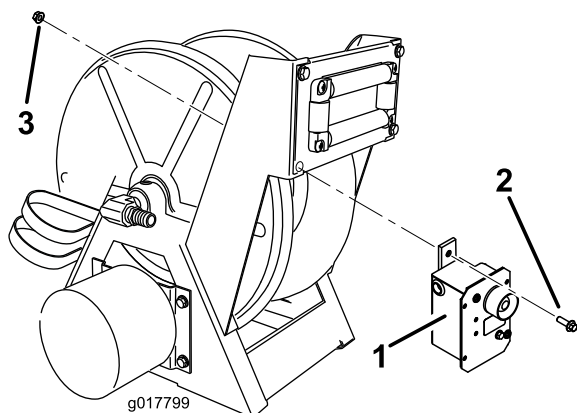

Figure 2
1. Retirez et mettez au rebut le boulon et l'écrou de fixation du support de rouleau inférieur interne sur le dévidoir (s'il est présent). Fixez ensuite le boîtier électrique dans ce trou (Figure 2) au moyen d'un boulon à embase (5/16 x 1") et d'un écrou à embase (5/16").